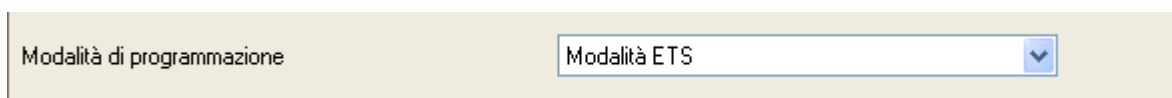

Fig1: parametro di abilitazione del dispositivo alla modalità di programmazione con ETS
- Tutti i dispositivi Chorus Easy forniscono, come primo parametro di configurazione nel programma applicativo per ETS3, la possibilità di impostare la programmazione dell'apparecchio in modalità ETS o Easy (ovvero con l'unità base Easy GW90831). Gli esempi applicativi che seguono prevedono per la loro configurazione l'utilizzo di ETS3 (modalità "System Mode") e pertanto per tutti i dispositivi necessita abilitare tale modalità per rendere visibili tutte le funzioni disponibili ai dispositivi stessi (vedi fig. 1).